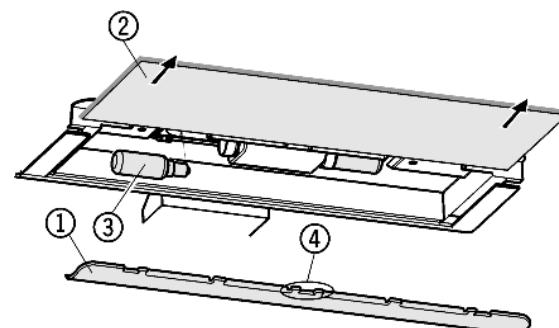

Fig. 15
- Снятие накладки Fig. 15 (1): сзади возьмитесь пальцем за накладку и снимите её с фиксатора.
- Извлеките стеклянную полку Fig. 15 (2).
- Лампу накаливания Fig. 15 (3) заменить.
- Установка накладки на место: защелкните справа и слева, следя за тем, чтобы средний крюк Fig. 15 (4) захватил стеклянную полку.